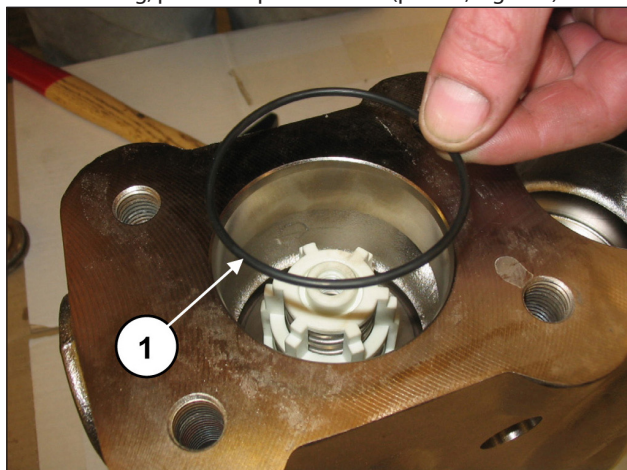

Fig. 121
Insira o O-ring, pos. de explosão nº. 17 (pos. ①, Fig. 121).